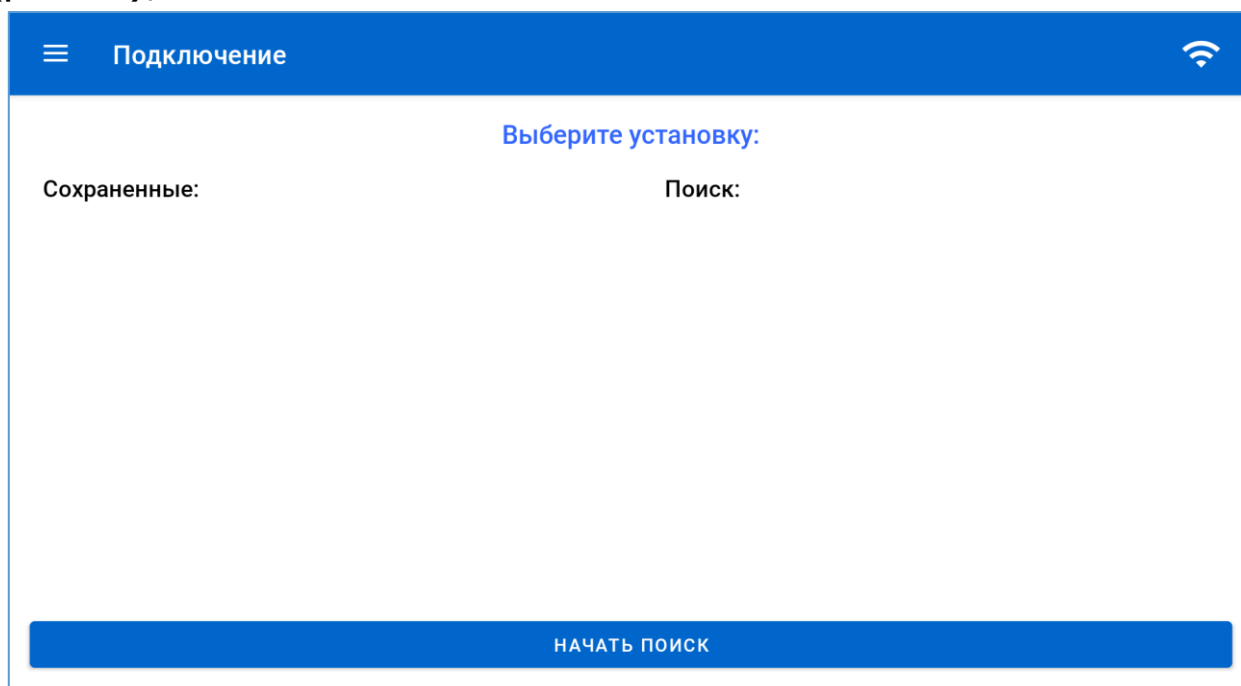

Рисунок 13 – Экран меню «Подключение»
- 2) Запустить процедуру обнаружения ИБ. Для этого перейти в меню «Подключение» и нажать на клавишу «Начать поиск» (рис.13);